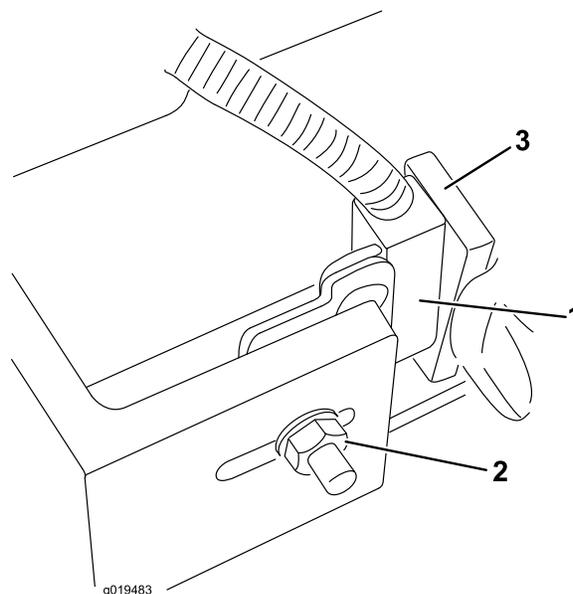

Figura 84
- Desaperte a porca do parafuso de carroçaria que está a fixar o suporte do interruptor do braço de elevação aos braços de elevação n^os 4, 6 ou 7 (Figura 84).